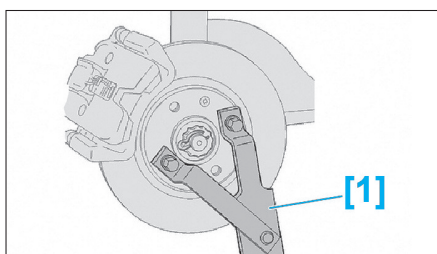

Fig. 4
- Mettre en place l'outil [1] (Fig.4).